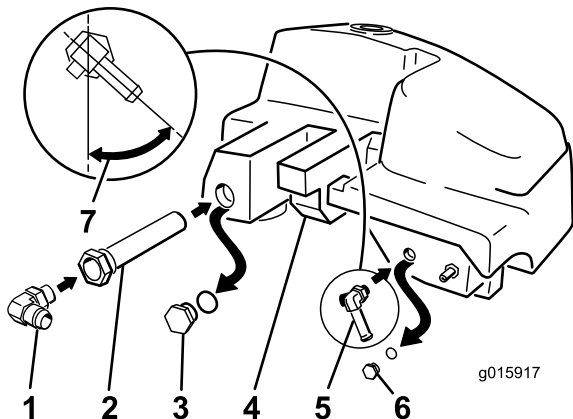

Figura 9
4. Instalezi elementul mic în T de 90 de grade cu tu inelat în locul în care a fost scos dopul mic (Figura 9).